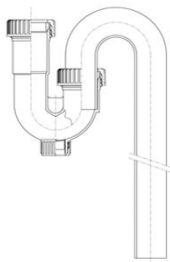
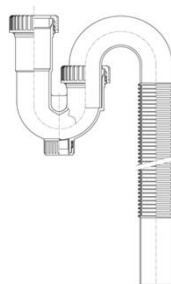

図3－直管
図4－フレキシブル管
- ・ 器具排水管には、図3に示す直管と図4に示すフレキシブル管がある。規定する寸法は共通である。